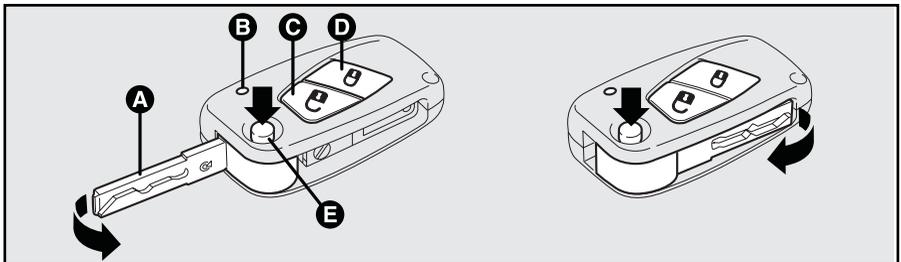

Abb. 6
Der Schlüssel **Abb. 6** ist mit folgendem ausgestattet:
Wenn bei Druck auf die Taste (**C** oder **D**, **Abb. 6**) die Led **B**, **Abb. 6** auf dem Schlüssel nur ganz kurz blinkt, ist die Batterie durch eine neue zu ersetzen.
**Einschalten der elektronischen Alarmanlage:** Kurzer Druck auf die Taste **D**, **Abb. 6** der Fernbedienung. Es wird ein "bip"-Ton abgegeben, und die Richtungsanzeiger leuchten für ca. 3 Sekunden (nur in den Nationen, wo dies gesetzlich zugelassen ist).
**Ausschalten der elektronischen Alarmanlage:** Druck auf die Taste der Fernbedienung **C**, **Abb. 6**. Es werden zwei "bip"-Töne abgegeben, und die Richtungsanzeiger blinken zweimal (nur in den Nationen, wo dies gesetzlich zugelassen ist).